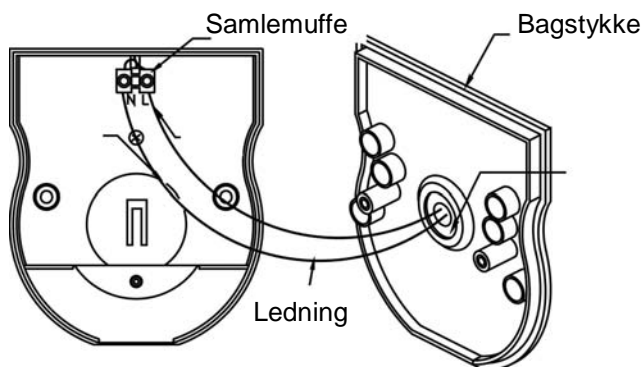

Fig. 8
- (5a) Tilslut fassen til samlemuffen mærket "L" og tilslut nullederen til samlemuffen mærket "N" (se Fig. 8).